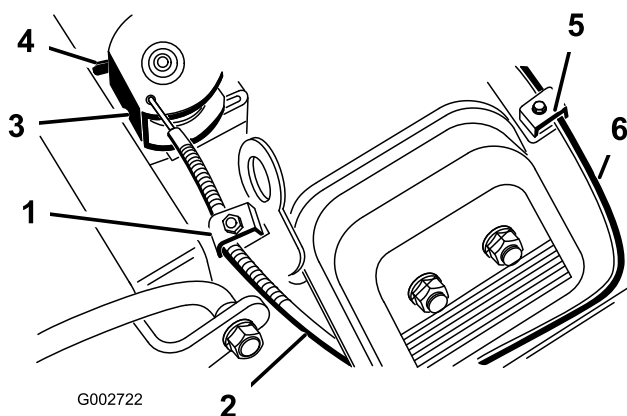

図 38
2. スロットルケーブルをエンジンに固定しているクランプのねじをゆるめる 図 38。
4. スロットルケーブルを十分に引いて、スイベルの後部をストップに接触させる 図 38。
2. チョークケーブルをエンジンに固定しているクランプのねじをゆるめる 図 38。
4. チョークケーブル 図 38 を十分に引いてチョークを完全に閉じ、その位置でクランプのねじを締める。